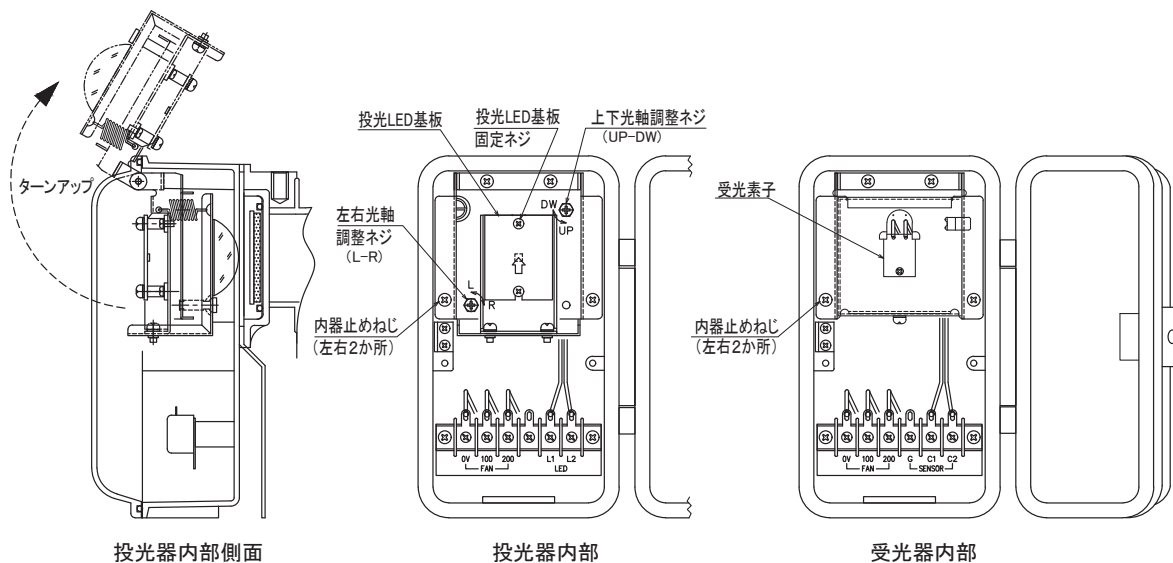

図 4-4：投・受光器内部図
- ④ 指示変換器の緑色 7 セグメント LED に表示される C1-C2 間電圧を確認しながら「上下光軸調整ねじ(UP・DW)」(図 4-4 参照)をドライバーにて時計方向回転または反時計方向回転に回すと、緑色 7 セグメント LED に表示されている C1-C2 間電圧が上下します。
- ⑤ 緑色 7 セグメント LED に表示されている C1-C2 間電圧が最大となる点で調整ねじの回転をやめます。この点が上下光軸調整の光強度最大点となります。
⑥ 上下光軸調整と同様に「左右光軸調整ねじ(L-R)」(図 4-4 参照)にて左右光軸調整を行ってください。
⑦ 左右光軸調整終了した後に確認のために再度、上下光軸調整→左右光軸調整を行ってください。
⑧ 投光器の位置から指示変換器の画面が見えない場合は、投光器側と指示変換器側に各 1 名を配置して 2 名で声をかけあって調整してください。
⑨ ⑧でも不可能の場合、指示変換器・受光器の出力にテスターなどを接続して指示変換器画面の代用としてください。